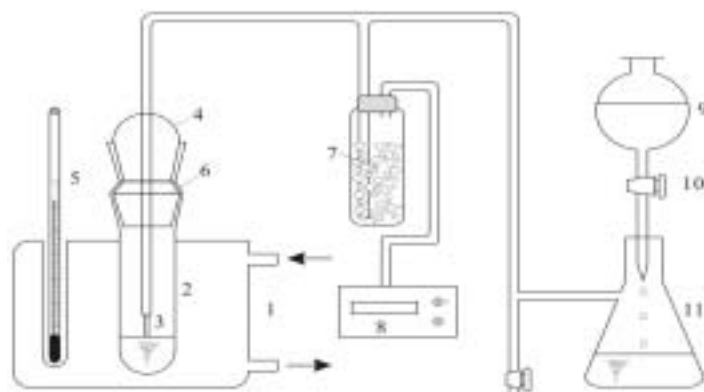

图 2-43 表面张力测定装置
仪器：超级恒温槽，表面张力测定实验装置，见图 2-43。
1. 管中装入一定量的参考液体(去离子水)，按图 2-43 接好管路，调节毛细管高度，使毛细管管口处于刚好接触溶液表面的位置，并将超级恒温槽调节至 25.0 ± 0.1 或 30.0 ± 0.1 。